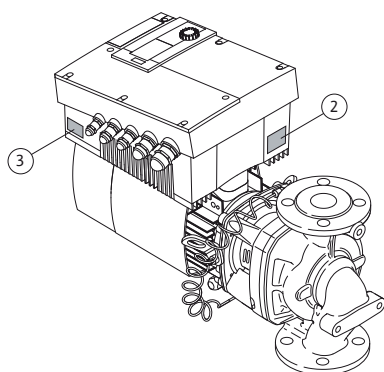

fig.11: Collocazione delle targhette dati:
- La targhetta dati del drive si trova sull'inverter sul lato dei passacavi (fig. 11, pos. 3). I Collegamenti elettrici devono essere eseguiti secondo le indicazioni riportate sulla targhetta dati del drive.